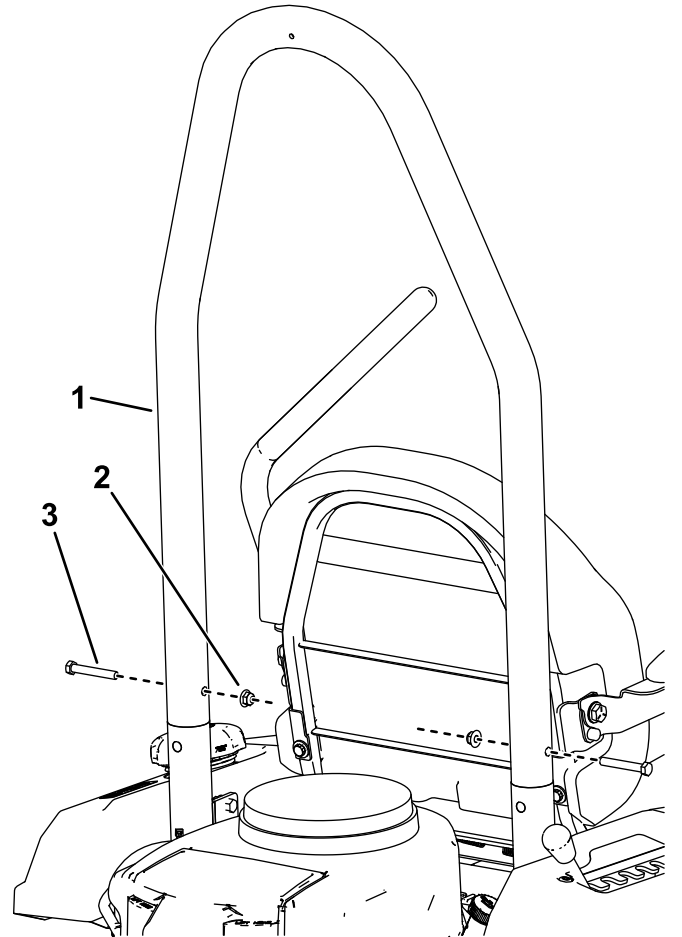

図 15
- ROPS チューブを後ろ側にやや傾けた状態で、ROPS チューブを ROPS マウントに取り付けるボルト 3/8" x 2-1/2" 2 本とロックナット 3/8" 2 個を使って図 15 のように取り付ける。